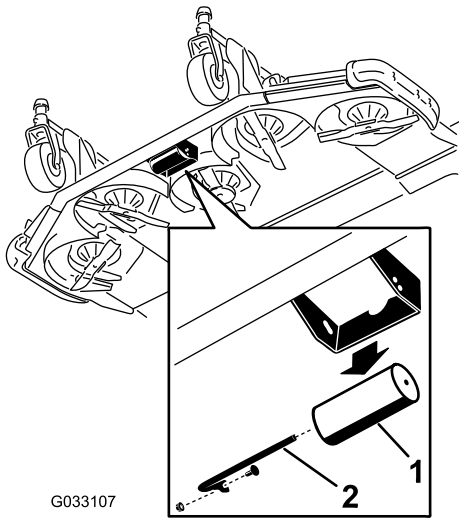

Рисунок 41
1. Снимите ось валика, винт и гайку крепления валика к кронштейну деки (Рисунок 41).